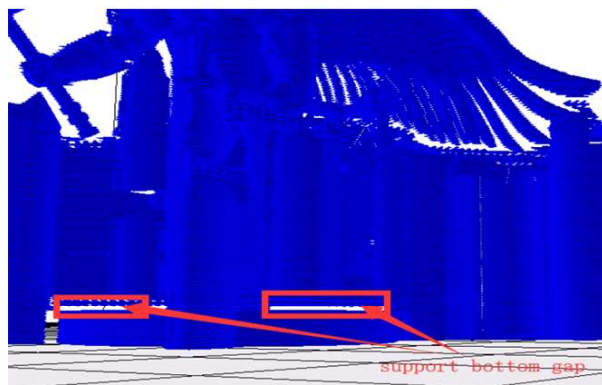

图 26·切片完成后(加支撑)，
5.支撑底部距模型间隙（单位mm）：即支撑的底部与模型表面的间距，如图 26，该参数与上述“支撑的顶部距模型间隙（单位mm）”功能的调整方式类似。